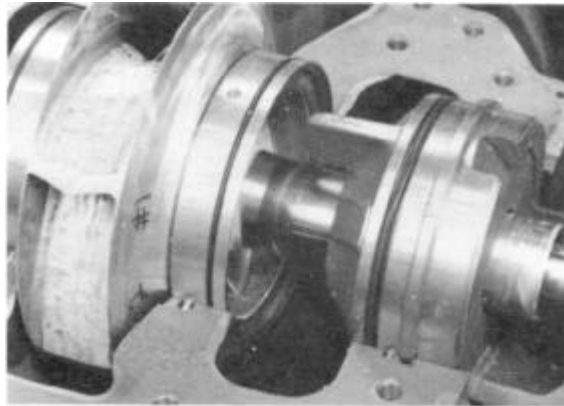

FIGURA 50 – MITAD SUPERIOR DE LA CARCAZA REMOVIDA
26. Coloque el conjunto giratorio en la carcaza de la bomba (2-001-0), asegurándose la rotación correcta. Coloque ambas lengüetas de la caja de empaquetadura en sus respectivas ranuras de la carcaza. Coloque los seguros (3-943-9) en la caja de empaquetadura y los anillos de desgaste de la carcaza en sus respectivas ranuras en la superficie de partición de la carcaza. Corrija cualquier “pandeo” del O-ring . (Consulte la Figura 50)